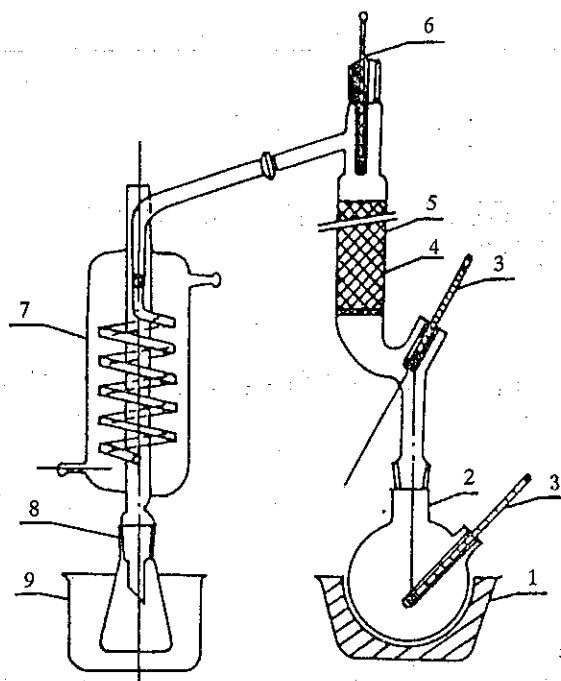

图 1 酯交换测定仪
4.1 酯交换测定仪:其连接图如图1所示。加工尺寸图见附录A。
- 5.2 用量筒量取 60mL 氧化铅催化剂溶液 (3.3)，加入反应瓶中，用 40mL 乙二醇 (3.1) 分两次洗涤量筒，然后倒入反应瓶中，将反应瓶按图 1 所示连接好。